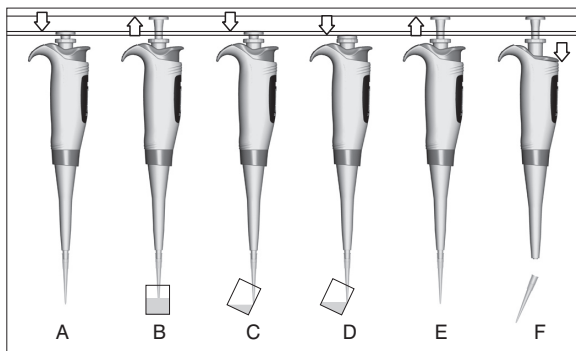

Fig. 4
- Espere cerca de 1s antes de retirar as ponteiros da amostra aspirada, (fig. 4).